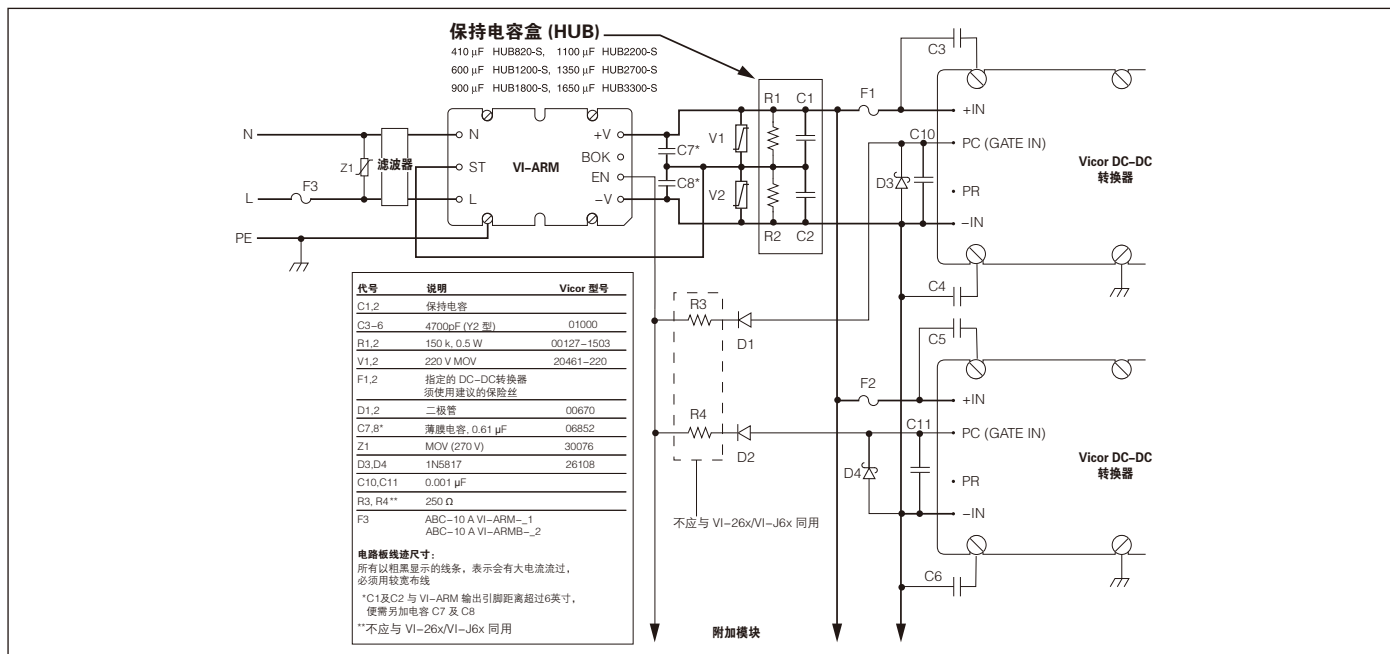

图 7-3 — ARM 典型应用
连接片 (ST) 引脚 在实际应用中，ARM 模块除了应连接输入和输出引脚外，为了实现自动适应输入电压范围的变化还必须把 ST 引脚连接保持电容 (C1, C2, 参看图 7-3) 的中结点。压敏电阻器提供输入瞬变保护。电源关断时，保持电容可通过泄放电阻 R1 和 R2 放电（参看图 7-3）。
应当注意, 如图 7-3 所示, 保持电容由 C1 和 C2 串联组成, 每只电容的容量应为计算值的两倍, 但是每只电容所需的额定电压可减少到 200 V。